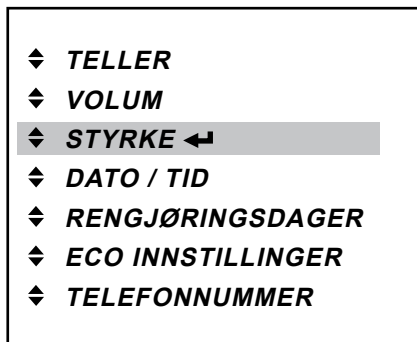

Fig. 35
1. Trykk enterknappen **↵** for å gå til «STYRKE»-menyen. (Fig. 35)